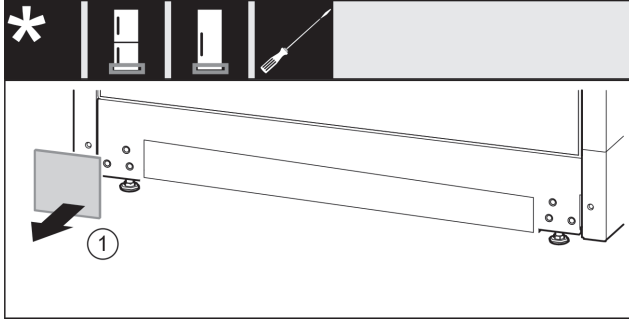

Fig. 35
- Retirer le cache. *Fig. 35 (1)*